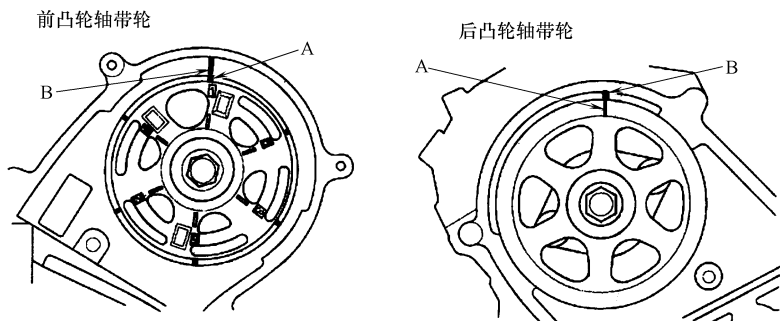

图 23-84 凸轮轴带轮标记 A 对准后盖指针 B
3) 按照图 23-84 所示, 把凸轮轴带轮上的标记 A 对准后盖上的指针 B, 使凸轮轴带轮设置到上止点位置。